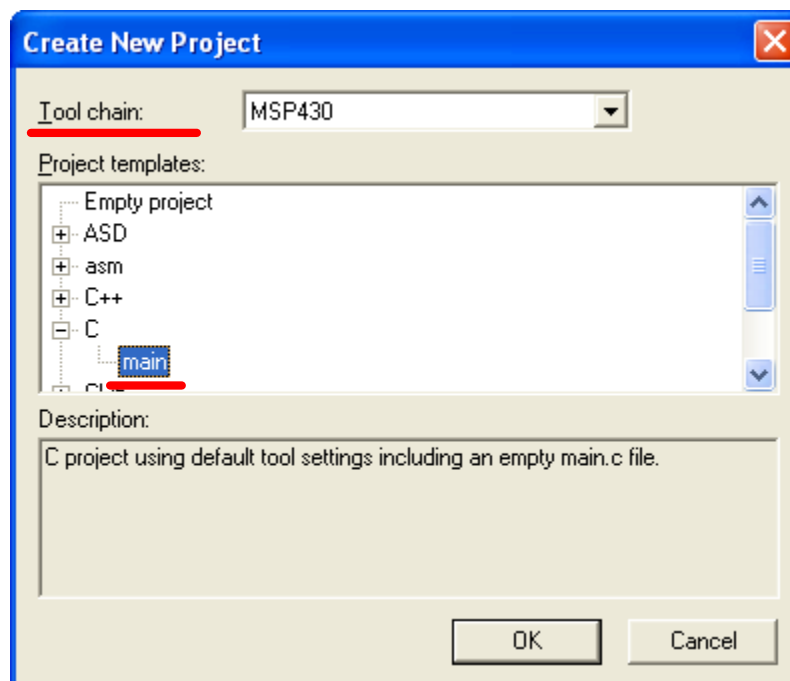

Рисунок 2.4 – Диалоговое окно для выбора типа создаваемого проекта
- используя верхнее меню, выполнить команду Project>Create New Project (рисунок 2.4);